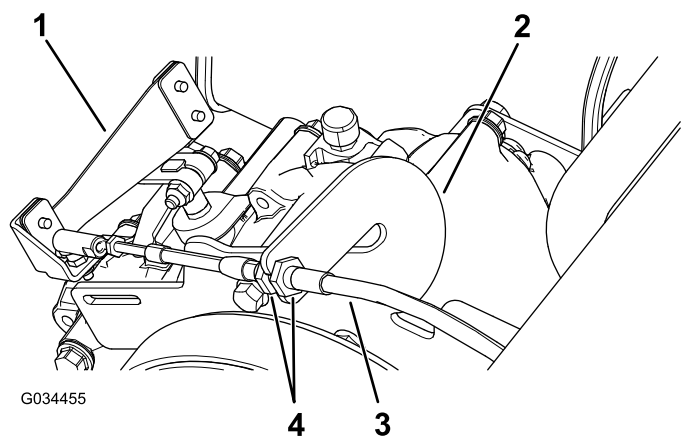

Figura 49
1. Afloje las contratueras del cable de la palanca de cambios y ajústelas cuanto sea necesario (Figura 49).
- Pruebe la posición de la palanca de cambios girando el selector a las 3 posiciones distintas y compruebe si la palanca (Figura 49) cambia correctamente al cambiar de marcha; consulte Ajuste de la posición de la palanca de cambios en Punto muerto (página 47).